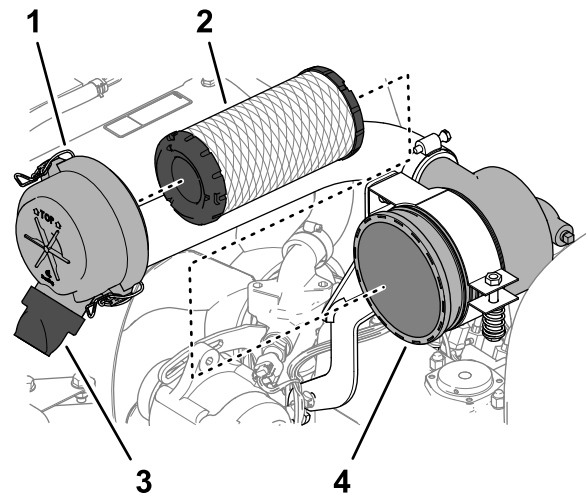

Bild 72
3. Lösen Sie die Laschen, mit denen die Abdeckung am Luftfiltergehäuse befestigt ist (Bild 72).
6. Nehmen Sie den Filtereinsatz heraus (Bild 72).
7. Entfernen Sie das Gummiablassventil (Bild 72) vom Schmutzauswurfanschluss der Luftfilterabdeckung.